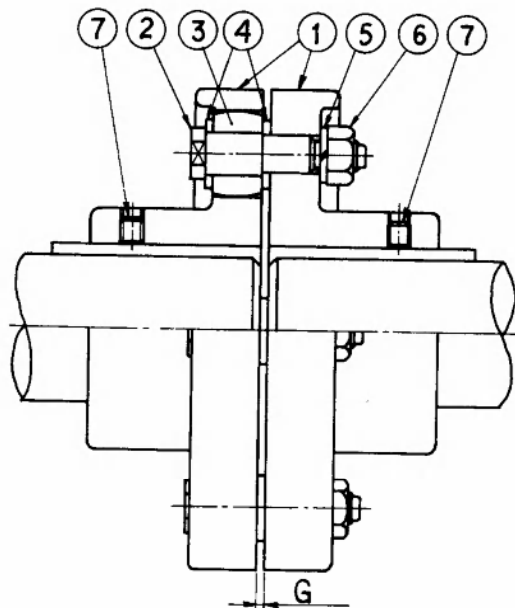

図1
このカップリングの消耗品は、図1のゴムブッシュ③だけであり、寿命は連続運転で約1年となっています。JISの規格品で、どこでも入手でき、交換も簡単ですので、1年ごとに交換することをお勧めします。